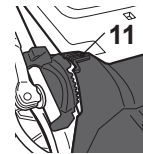

Fig. 3
- > L'inclinaison de la poignée peut être ajustée. Durant le montage initial, sécurisez la barre de poignée inférieure (9) avec le levier de verrouillage (10c) placé au milieu du système de réglage de l'inclinaison (11) (Fig. 3).